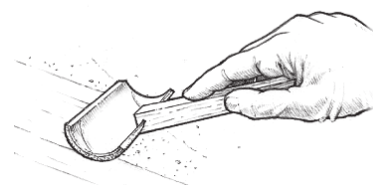

图31 轻轻地将泡沫滚刷拖至最新的环氧树脂上, 以倾斜涂层。
8. 每批涂抹完后, 通过长、轻、均匀的击打, 将泡沫辊刷轻轻地拖至最新的环氧树脂的表面。施加足够的压力, 抚平绘斑, 但该压力不足以去除任何涂层(图31)。交替每个涂层倾斜的方向, 即第一层涂层垂直, 第二层涂层水平, 第三层涂层垂直, 等等。可以将800胶辊切成片段, 以制作翻斗刷。